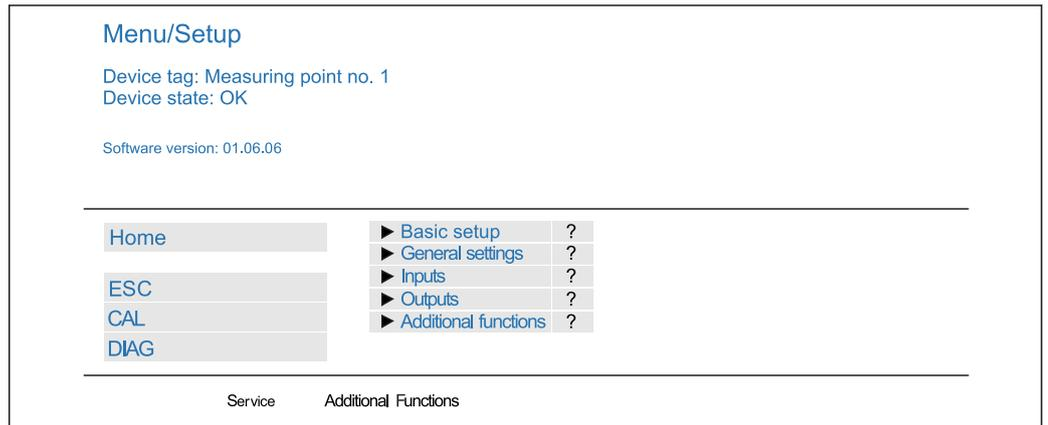

图 74 网页服务器示例 (菜单/语言=英文)
3. ▶验证结果 (快速显示并输出至 SD 卡中) 或附加功能 (下级菜单→ 图 74)。